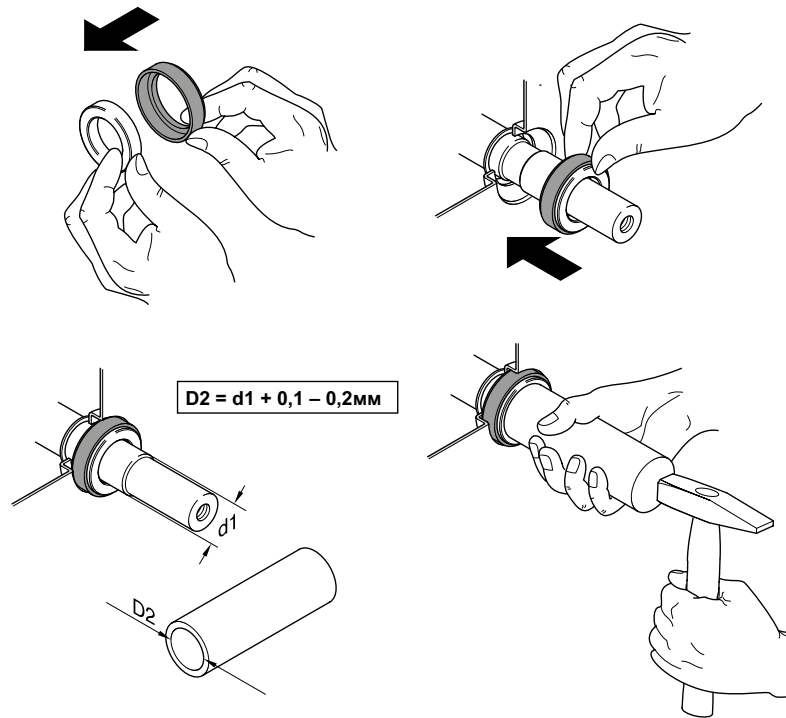

Рис. 13 Установка стационарного кольца.
**ПРИМЕЧАНИЕ** Хотя на Рис. 13 показана установка сальникового уплотнения, в большинстве случаев оно уже установлено на стационарное кольцо.